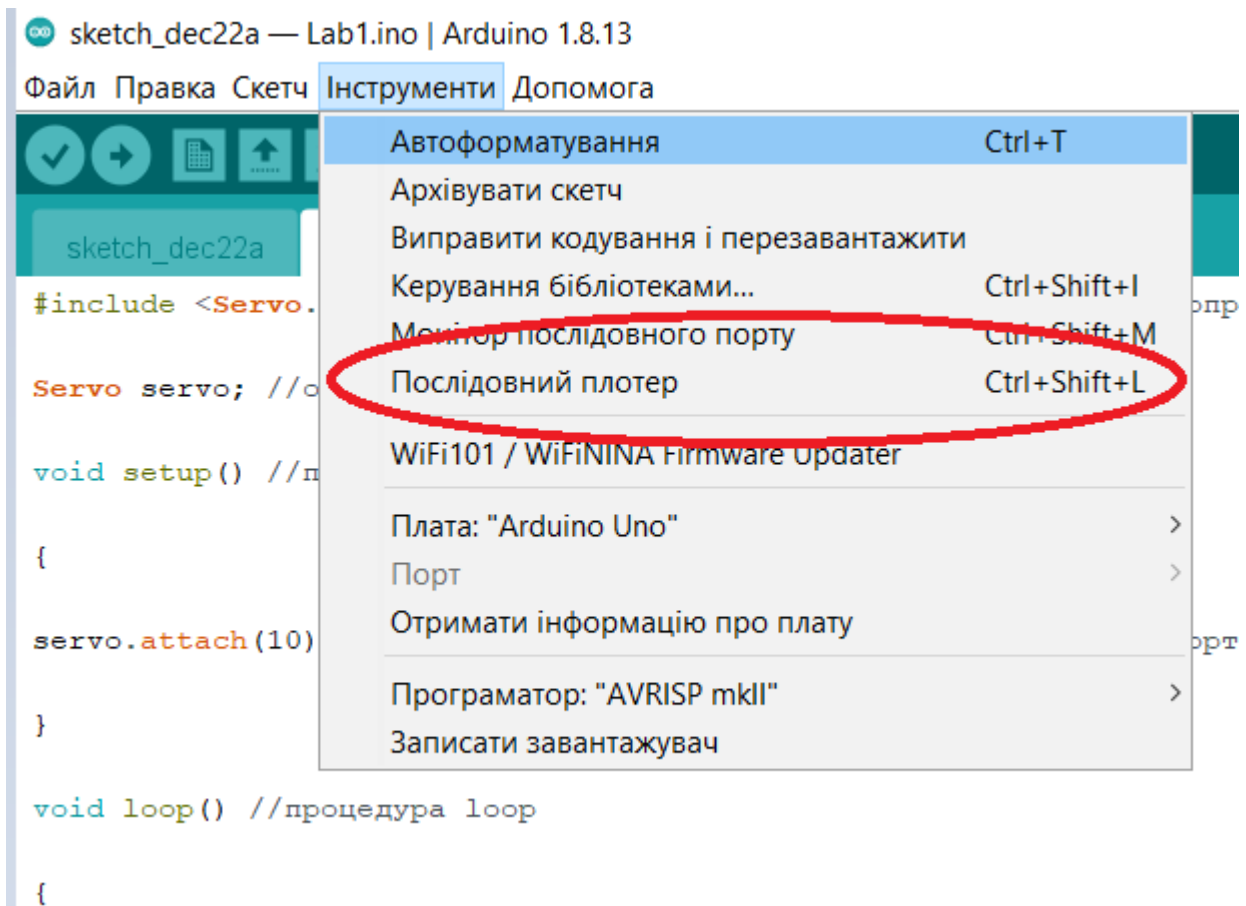

Рис.3.36 – Реєстрація вихідного сигналу в Arduino IDE за допомогою послідовного плотеру.
7. За допомогою функції реєстрації сигналу керування «Послідовний плотер» (рис.3.36) сформувати графіки сигналів керування сервоприводом.